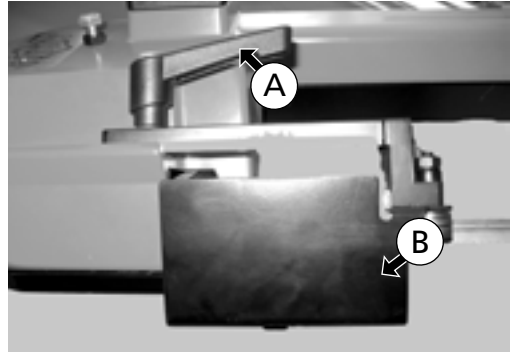

Abb. 48
3. Den Griff (A) lockern sowie die Sägebandführung (B) und die vordere Abdeckung soweit wie möglich nach unten stellen (Abb. 48).